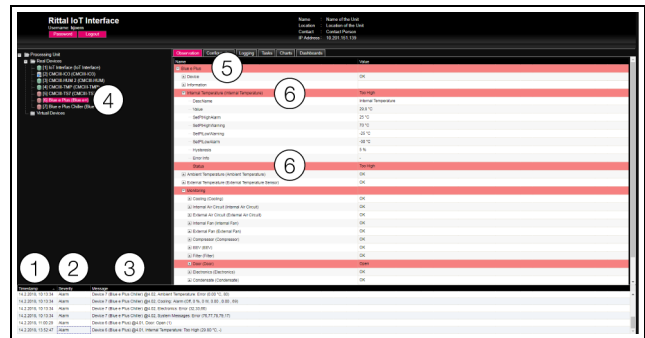

Abb. 20: Aufbau der Meldungsanzeige
1. Timestamp: Datum und Uhrzeit, wann der Fehler aufgetreten ist (Abb. 20, Pos. 1).
2. Severity: Schwere des aufgetretenen Fehlers. Es wird unterschieden zwischen Warnungen („Warning“) und Alarmen („Alarm“) (Abb. 20, Pos. 2).
3. Message: Fehlermeldung im Klartext (Abb. 20, Pos. 3).
- Linker Bereich (Navigationsbereich): Das Symbol vor der Komponente, an der der Fehler aufgetreten ist, wird im Navigationsbereich bei einer Alarmmeldung rot, bei einer Warnmeldung gelb eingefärbt (Abb. 20, Pos. 4).
- Rechter Bereich (Konfigurationsbereich): Auf der Registerkarte **Observation** wird die gesamte Komponente sowie der spezielle Parameter, für den die Warnung bzw. der Alarm anliegt, rot bzw. gelb eingefärbt (Abb. 20, Pos. 5 und 6).